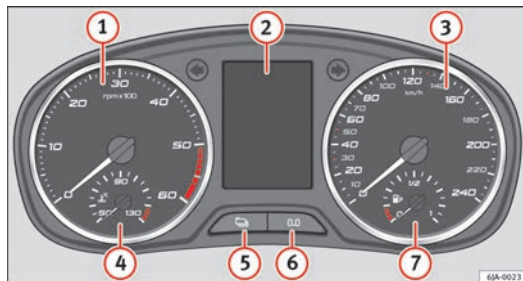

Fig. 31 Painel geral de instrumentos
A parte vermelha da escala do conta-rotações ① ⇒ Fig. 31 ⇒ Página 57 marca a zona em que a unidade de controlo do motor começa a limitar o regime do mesmo. A unidade de controlo encarrega-se de reduzir as rotações para um limite seguro.
O indicador da temperatura do líquido de refrigeração (4) ⇒ Fig. 31 ⇒ Página 57 só funciona com a ignição ligada.
O indicador do nível de combustível (7) ⇒ Fig. 31 ⇒ Página 57 apenas funciona com a ignição ligada.
Para colocar o contador do percurso diário em zero manter pressionado o botão ⇒ Fig. 31 ⇒ Página 57.
O número de quilómetros e dias restantes para a inspecção no serviço podem ser visualizados sempre que a ignição esteja ligada, pressionando o botão ⇒ Fig. 31 ⇒ Página 57.
A colocação a zero do indicador dos intervalos de serviço pode ser efectuada pressionando o botão (6) ⇒ Fig. 31 ⇒ Página 57.
O relógio ajusta-se através dos botões (5) a (6) ⇒ Fig. 31 ⇒ Página 57.